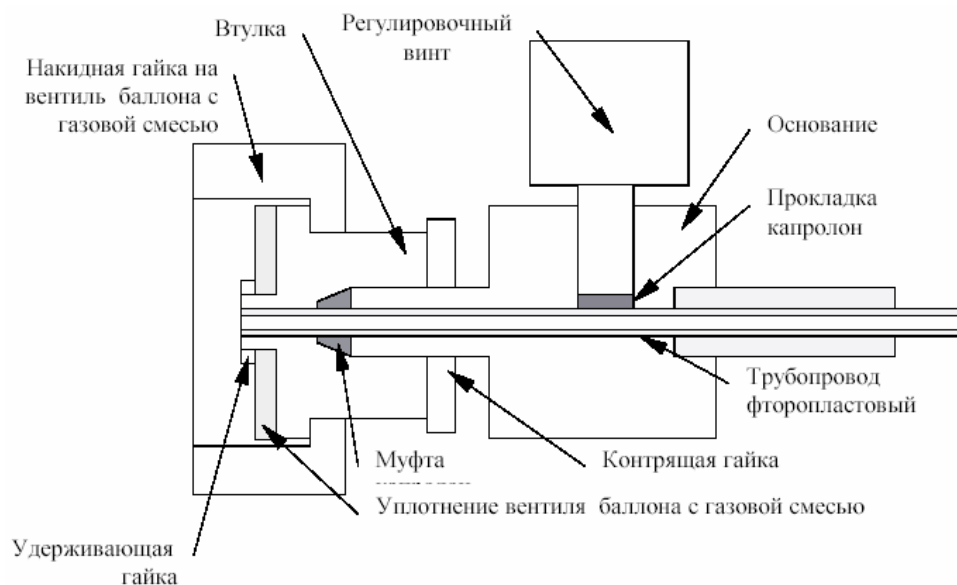
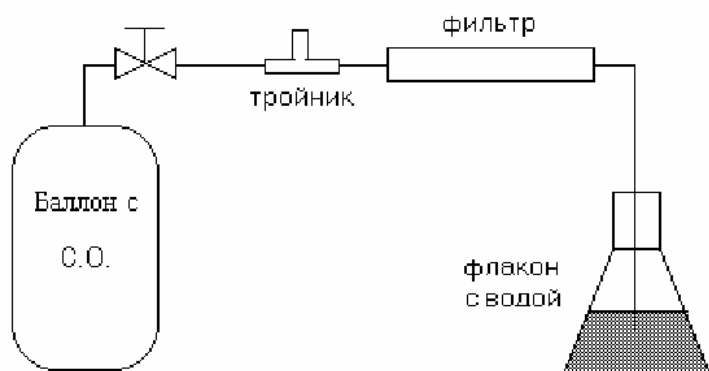
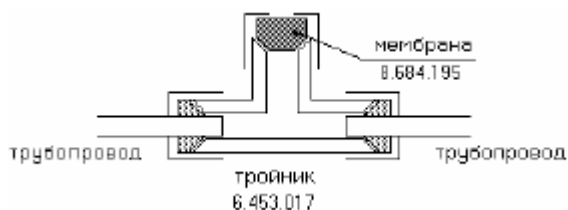

Рис. 33. Регулируемое пневмосопротивление.
Рис. 34. Система отбора серосодержащих соединений в инертном газе.
Рис. 35. Тройник с резиновой мембраной.
Система отбора ССС состоит из баллона со стандартным газовым образцом, регулируемого пневмосопротивления (см. Рис. 33), фильтра с молекулярными ситами (установка фильтра не является обязательной) и флакона с водой (см. Рис. 34), тройника с резиновой мембраной (см. Рис. 35).
- Через флакон с пробой нефти в течение 10 минут пропускают образец ССС с максимальной концентрацией компонентов (аналогично флакону с водой на Рис. 35).